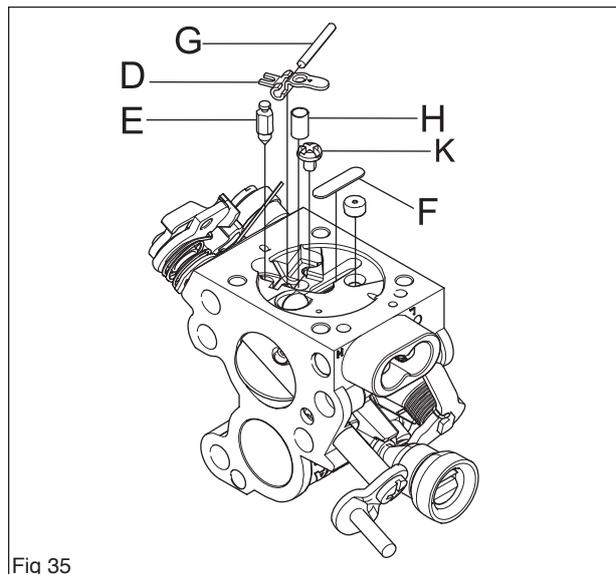

Fig 35
5. Placer l'aiguille d'injection (L) ainsi que le levier (M), l'arbre (N) et le ressort (P) et serrer la vis (K). Placer la rondelle d'expansion (F) (voir figure 35).